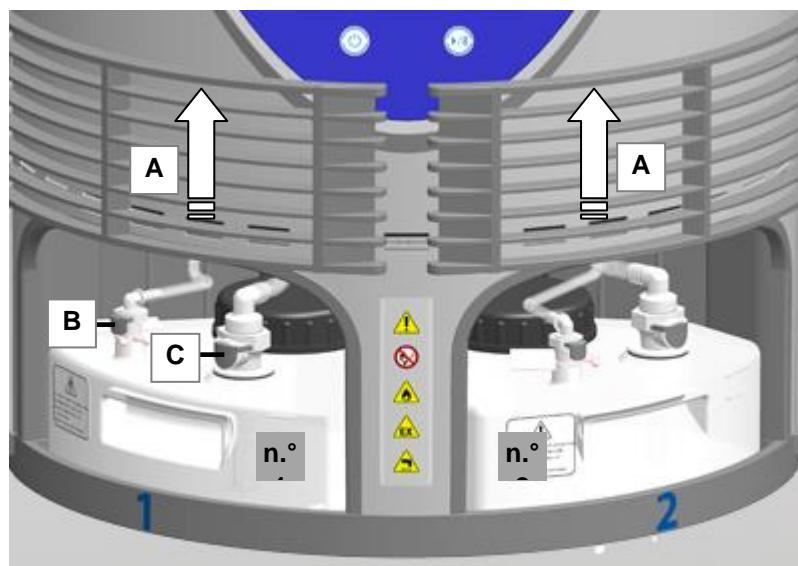

Fig. 4.4.2 Cubierta del depósito de medios abierta
1. Deslice las cubiertas de los depósitos de medios (Fig. 4.4.2.A/A) hacia arriba.